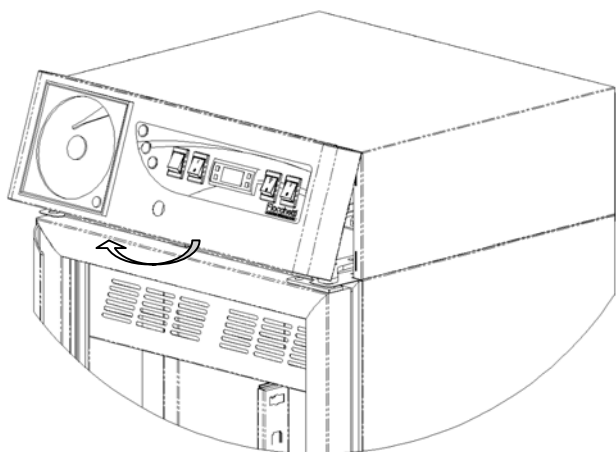
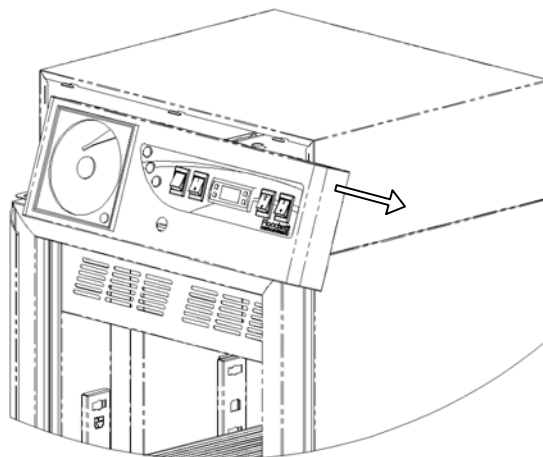

Fig.16
Fig.17
**Fase 2:** La rejilla está bloqueada en la parte inferior con tres ganchos y por lo tanto es necesario inclinarla hacia el exterior del refrigerador para desengancharla lateralmente (Fig. 16) y extraerla hacia la derecha (ver Fig. 17).